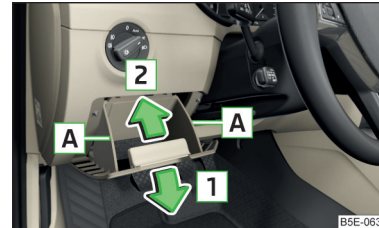

Abb. 351
- › Das Ablagefach seitlich im Bereich **A** fassen und durch Ziehen in Pfeilrichtung **1** aufklappen (zum Aufklappen ist ein erhöhter Kraftaufwand notwendig) » Abb. 351.